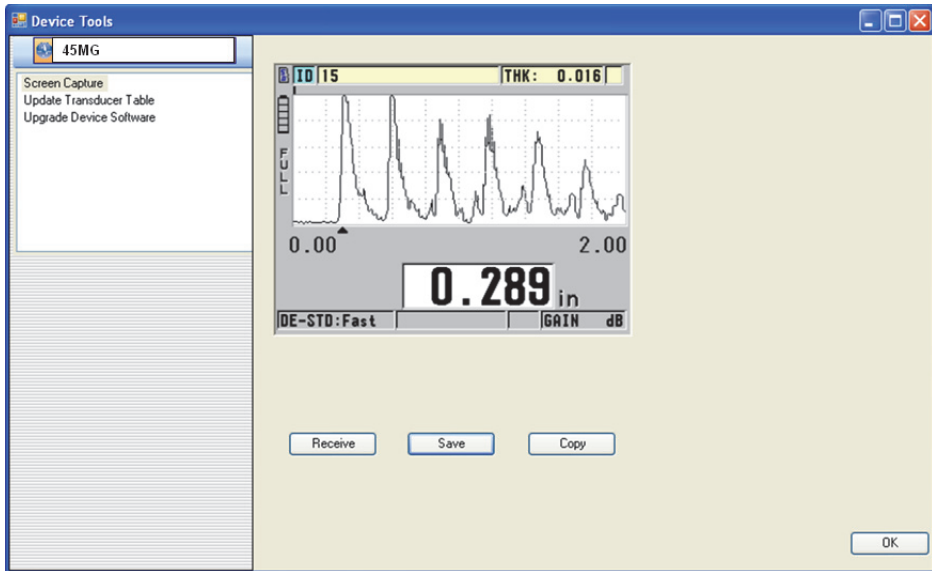

Figura 11-5 A caixa de diálogo Device Tools com uma captura de tela
- b) Na caixa de diálogo **Device Tools** (veja Figura 11-5 na página 209), selecione **Screen Capture**, e clique em **Receive**.